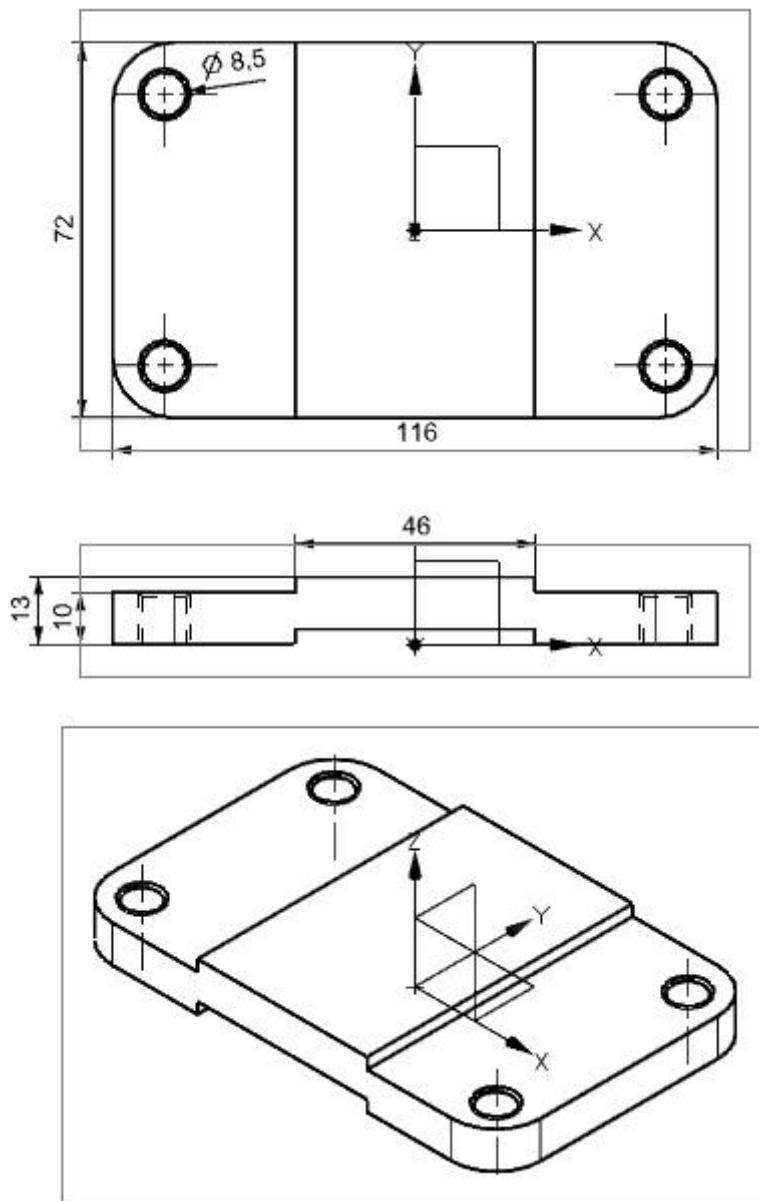

Рисунок 54 – Прозрачный вид модели «Опора»
6. Построить методом вытягивания модель «Опора», добавить скругления, отверстия (см. Рисунок 54).